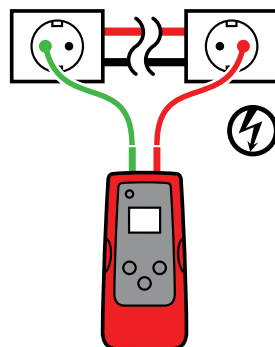

Figura 3.2a
2. Collegare il cavetto rosso al cavo Linea sotto tensione (sul lato carico del sistema). Il segnale sarà trasmesso **SOLTANTO** tra la presa a cui è collegato il trasmettitore e la sorgente di alimentazione (vedi Figura 3.2a).